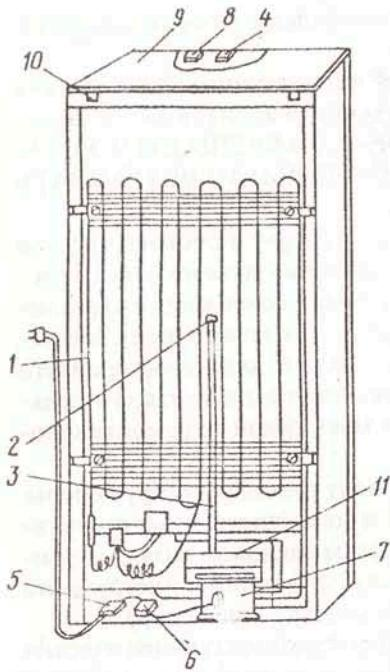
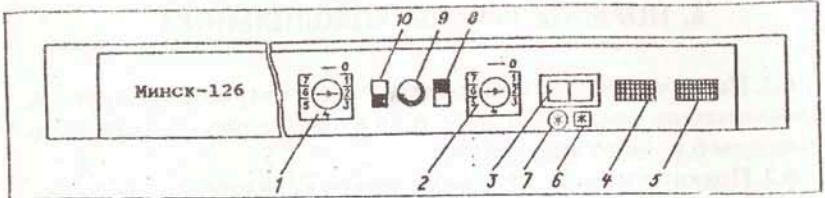
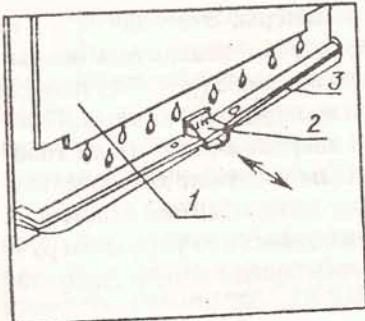

Рис. 4.2. Вид холодильника сзади:
Рис. 6.1. Схема расположения приборов управления и сигнализации:
Рис. 7.1. Схема оттаивания испарителя холодильной камеры:
А — морозильная камера; В — холодильная камера; 1 — решетка; 2 — форма для льда; 3 — полка; 4 — барьер; 5 — полка; 6 — бак с крышкой для мяса или рыбы; 8 — полка-стекло; 9 — сосуд для овощей или фруктов; 10 — ролик; 11 — болт; 12 — опора с гайкой; 13 — кронштейн; 14 — панель двери; 15 — барьер-полка; 16 — вкладыш для яиц; 17 — испаритель холодильной камеры; 18 — емкость с крышкой; 19 — лопатка; 20 — рамка морозильного отделения; 21 — шторка; 22 — кронштейн петли нижней; 23 — панель приборов управления и сигнализации (см. рис. 6.1); 24 — барьер для фиксации бутылок
- перед началом эксплуатации холодильника убедитесь в исправности системы для отвода талой воды. Трубка 3 (рис. 4.2) должна быть плотно соединена с патрубком 2, а нижний конец трубы — опущен в сосуд 11 (рис. 4.2) и закреплен на нем;
- не реже одного раза в год очищайте от накопившейся грязи и пыли с помощью сухой мягкой щетки или пылесоса части, расположенные на задней стенке холодильника, особенно сосуд 11 (рис. 4.2);
- в процессе эксплуатации или уборки холодильника, а также уборки помещения не допускайте попадания влаги на компрессор 7 (рис. 4.2), пусково-защитное реле 6, клеммную колодку 5, а также на токоведущие части, расположенные под крышкой сервировочной плоскости 9. Если влага случайно попала на указанные части, холодильник немедленно отключите от электросети, вынув штепсельную вилку из розетки. Влагу соберите мягкой тканью, затем дайте возможность влаге окончательно высохнуть. ВКЛЮЧАТЬ ХОЛОДИЛЬНИК В ЭЛЕКТРОСЕТЬ МОЖНО ТОЛЬКО ПОСЛЕ ПОЛНОГО ВЫСЫХАНИЯ ВЛАГИ!
5.3. Установите упоры 10 (рис. 4.2) путем защелкивания их в
6.1. Перед включением холодильника в электросеть установите переключатель режимов 3 (рис. 6.1) в положение, обозначенное символом 6 (режим хранения).
6.2. Подключите холодильник к электросети штепсельной вилкой сетевого шнура и поверните по часовой стрелке ручки терморегулятора 1 и 2 (рис. 6.1) в соответствии с п.6.3. В момент включения допускается незначительное содрогание корпуса холодильника. Это не должно быть причиной вашего беспокойства по поводу его исправности.
Появившийся зеленый сигнал, подаваемый лампой 3 (рис. 6.1), свидетельствует о том, что холодильник включен в электросеть. Одновременно появляется и красный сигнал, подаваемый лампой 5 (рис. 6.1), свидетельствуя о том, что в морозильной камере еще не достигнута температура, обеспечивающая качественное хранение продуктов. При достижении в морозильной камере необходимых температур для качественного хранения красный сигнал исчезнет.
6.3. Температурный режим в морозильной камере А (рис. 3.1) устанавливается поворотом ручки терморегулятора 2 (рис. 6.1), в холодильной камере В (рис. 3.1) — поворотом ручки терморегулятора 1 до совмещения стрелок с выбранными делениями на шкалах температурных режимов. Установка ручек терморегуляторов на деление 1 обеспечивает наиболее высокую температуру в камерах, на деление 7 — наиболее низкую. Повернуть ручку терморегулятора можно монеткой или отверткой, вставив их в паз ручки терморегулятора. Оптимальный температурный режим хранения продуктов подбирается в зависимости от загрузки холодильника и температуры окружающей среды. Рекомендуемое положение ручки терморегулятора 2 в диапазоне 2-4, ручки терморегулятора 1 — диапазоне 2-4; при чрезмерном охлаждении продуктов — в диапазоне делений 1-2; при недостаточном охлаждении — в диапазоне 4-7.
часов до загрузки. Для этого переключатель режимов 3 (рис. 6.1) переведите в положение, обозначенное символом 7 (режим замораживания). При этом переключатель подсвечивается. В режиме замораживания компрессор холодильника работает непрерывно.
6.14. Если в холодильной камере нет продуктов или их мало, то в целях экономии электроэнергии установите ручку терморегулятора 1 (рис. 6.1) в положение "1" или "2".
на задней стенке холодильной камеры. Это означает, что каждый раз в период остановки компрессора испаритель покрывается каплями воды, которые стекают в лоток 3 (рис. 7.1) и затем через отверстие удаляются за пределы холодильной камеры. Такое периодическое оттаивание снегового покрова с испарителя холодильной камеры является обязательным и служит доказательством нормального функционирования холодильника. Частота и продолжительность циклов оттаивания зависят от установки ручки терморегулятора 1 (рис. 6.1), загрузки холодильника продуктами, температуры окружающей среды.
7.1.1. Грубым нарушением правил эксплуатации является попадание мелких частиц продуктов или упаковки этих продуктов в лоток для слива воды 3 (рис. 7.1). При этом может произойти засорение системы отвода воды и попадание ее внутрь холодильной камеры.
Частично для предотвращения засорения системы служит специальная предохранительная решетка 2 (рис. 7.1), которую необходимо в процессе каждой уборки извлекать и промывать водой из-под крана.
Если, несмотря на принятые меры, произошло засорение, необходимо произвести промывание системы слива. Для этого удалите предохранительную решетку 2 (рис. 7.1) и медленно залейте 200 г горячей воды в отверстие для слива воды. Извлеките сосуд для сбора талой воды 11 (рис. 4.2), вылейте воду и установите его на место. Повторите эту операцию несколько раз до тех пор, пока вода в сосуде не будет чистой.